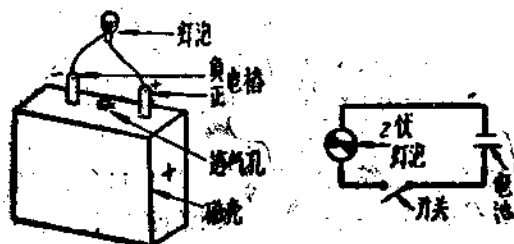

图 3 蓄电池负荷接线图
1. 电池电压一般降低到1.8伏时就要继续充电。如用作点灯，到灯泡发光微弱时，就须进行充电。一个手提式2伏、12安时容量的电池，如用一只2伏约1瓦的灯泡点，可点30小时左右。其接线法，如图3。